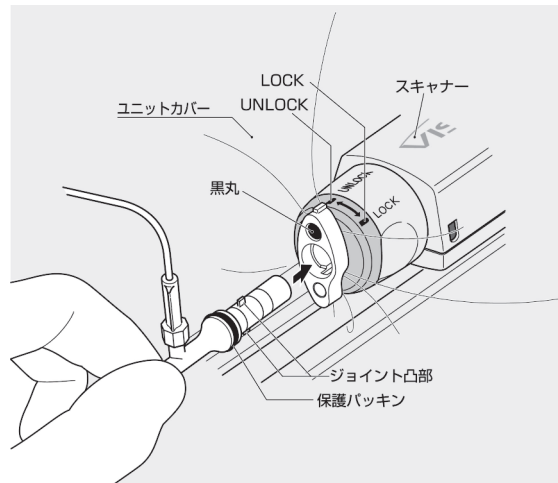
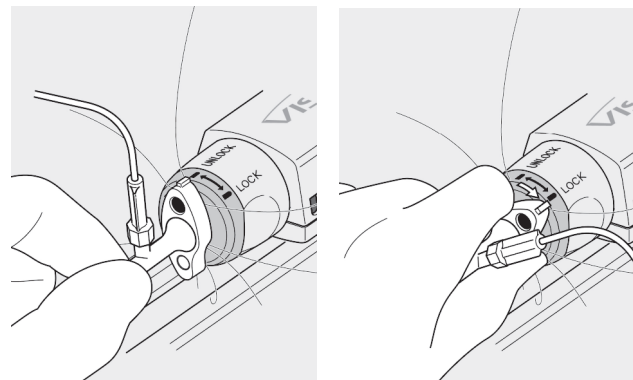
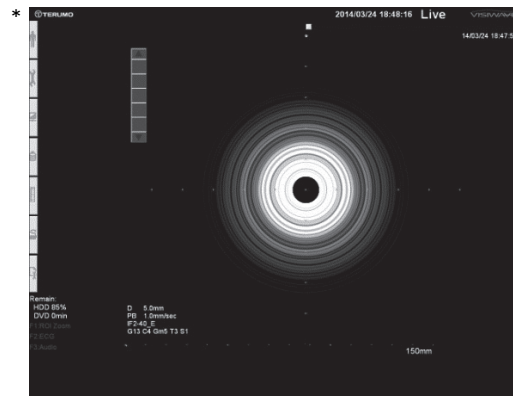

図4 本品とスキャナーの接続（ビジュエーブの場合）
図5 カテーテルの固定（ビジュエーブの場合）
図6 カテーテルチェック画像の例（ビジュエーブの場合）
- (7) 専用装置の操作方法に従い、スキャナーのモーターが停止していることを確認し、「CATHETER CHECK」キーを押す。次に、本品のジョイント凸部をアダプター前面の黒丸及びスキャナーの「UNLOCK」表示に合わせ（図4）、アダプターの奥に突き当たってクリック感があるまで慎重に差し込む。このとき、保護パッキンがアダプター内に完全に収納され（図5左）、モニター上に白い中心部をもつ同心円状の画像（図6参照）があらわれることを確認する。次に、アダプターを「LOCK」位置の方向に「カチッ」と止まるまで回して、本品とスキャナーを固定する（図5右）。固定が不十分な場合は、本品に振動が伝わり、正常な検査ができなかったり、患者に悪影響を与えたりする可能性があるため確実に行うこと。なお、同心円状の画像が得られない場合は、スキャナーとの接続を確認し、フラッシュポートからヘパリン加生理食塩液を適宜フラッシュする。改善が見られない場合は、使用を中止し、新しいカテーテルに交換すること。